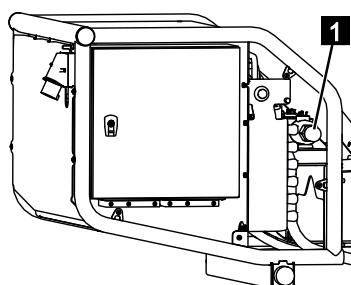

Abb. 183
6. Nach dem Notbetrieb das Ventil (Abb.183/1) gegen den Uhrzeigersinn entriegeln und die Abdeckhaube wieder anschrauben.